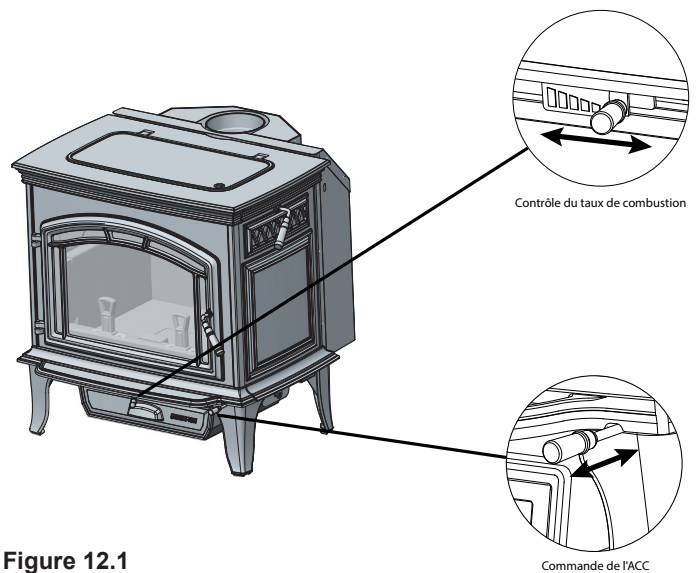

Figure 12.1
1. Cet appareil est équipé d'une minuterie (commande automatique de combustion) qui maximise le rendement du poêle sans l'intervention du propriétaire de la maison. Suivez les instructions ci-dessous pour régler l'air d'allumage et le taux de combustion (**Figure 12.1**).